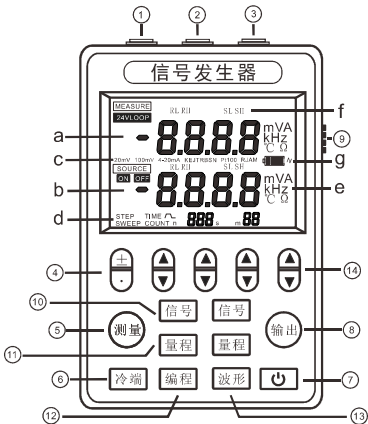

图 1 信号发生器正视图
测试表笔的插孔见图 1，具体功能说明见表 3。
如使用测量端进行信号测量时，接图 1 中的插孔①、③，此时便可将测试表笔插入该插孔。
如使用输出端进行信号输出时，接图 1 中的插孔①、②，此时便可将测试表笔插入该插孔。